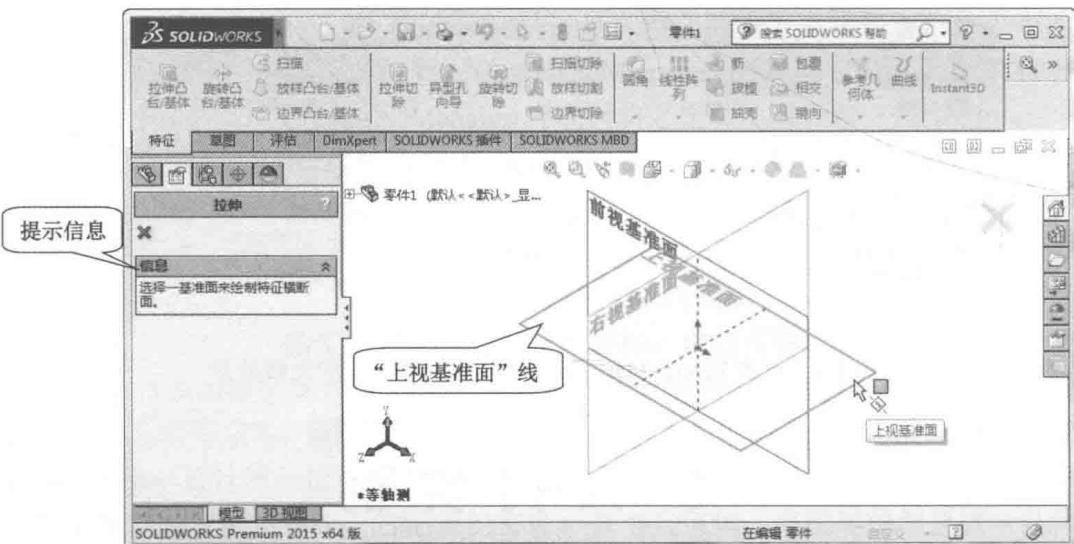

图 1-11 选择绘制草图基准面
(1) 在命令管理器的“特征”工具栏中，单击“拉伸凸台/基体”按钮■，屏幕左窗格出现“选择一基准面来绘制特征横断面”提示信息，此时指针的形状变为■，如图 1-11 所示。